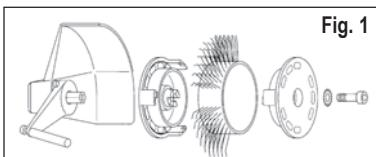
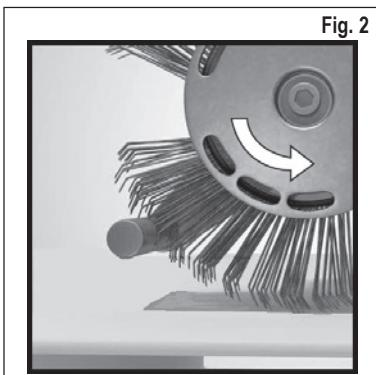

Fig. 1
Fig. 2
1. Interrompa a alimentação eléctrica e fixe a cinta **MBX®** Bristle Blaster® 23 mm correctamente com o sistema de alojamento correspondente (observe o sentido de operação) no disco de leque previsto e no parafuso na ferramenta. **Vide a Fig. 1 e a Fig. 2**
Está a utilizar uma cinta **MBX®** no sentido de operação errado? - Ajuste a cinta de escova, de maneira a operar no sentido correcto (vide o capítulo 5, Colocação em funcionamento, Fig. 2).